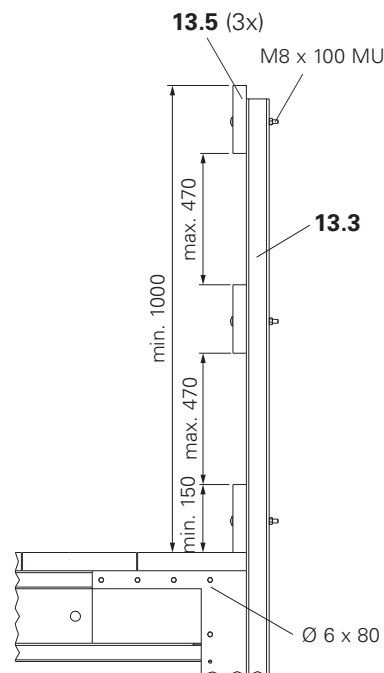

Fig. A1.25
- End Guardrail Post CB. (Fig. A1.25)
(Fig. A1.25)